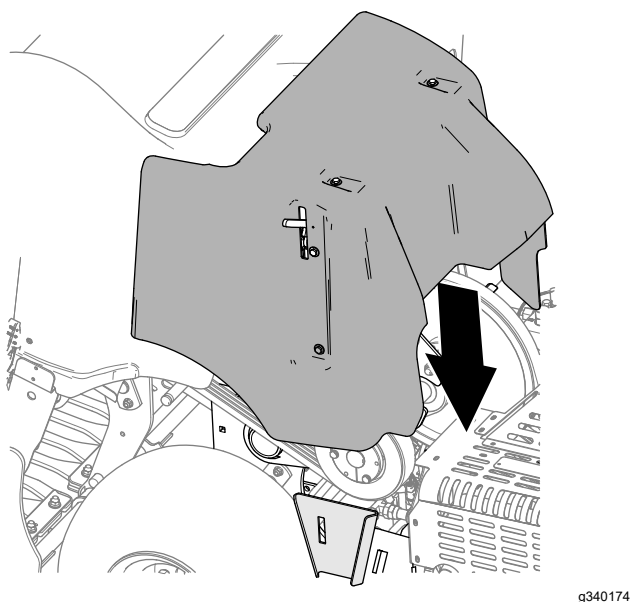

Figura 134
2. Baixe a cobertura da correia (Figura 134).